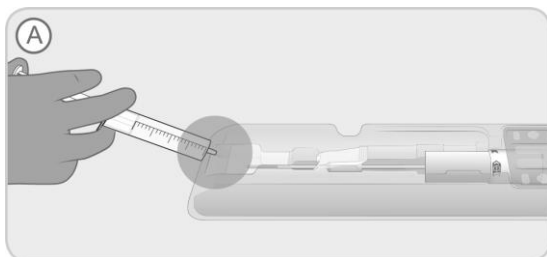

Figura 2. Enchimento do recesso do tabuleiro com solução salina não heparinizada.
- A. Com o tabuleiro pousado na área de preparação estéril, encha o recesso na extremidade do tabuleiro (indicado no tabuleiro com "A") com solução salina não heparinizada estéril (aproximadamente 20 cc) para submergir o implante, Figura 2.